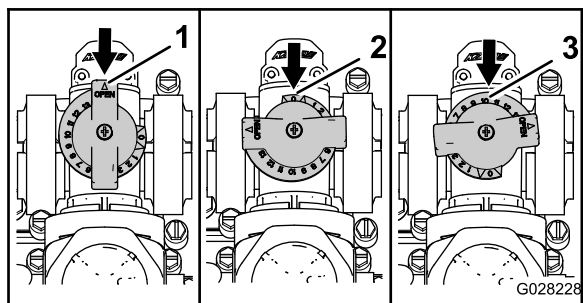

図 75
- 攪拌バイパスバルブが「開」位置: 図 75 のA
- 攪拌バイパスバルブが「閉」(0) 位置: 図 75 のB
- 攪拌バイパスバルブが中間位置システム水圧に合わせて調整された状態: 図 75 のC。